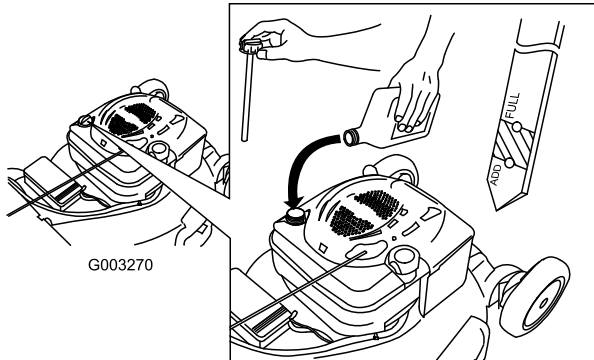

Figure 11
1. Retirez la jauge, essuyez-la sur un chiffon et remettez-la dans le goulot de remplissage (Figure 11).
2. Sortez de nouveau la jauge et contrôlez le niveau d'huile (Figure 11). Si le niveau n'atteint pas le repère minimum (Add) de la jauge, versez **lentement** suffisamment d'huile dans le goulot de remplissage pour faire monter le niveau au repère maximum (Full). **Ne remplissez pas excessivement.** (Remplissage max. : 0,59 l (20 onces), type : huile détergente SAE 30W de classe de service API SF, SG, SH, SJ, SL ou supérieure.)